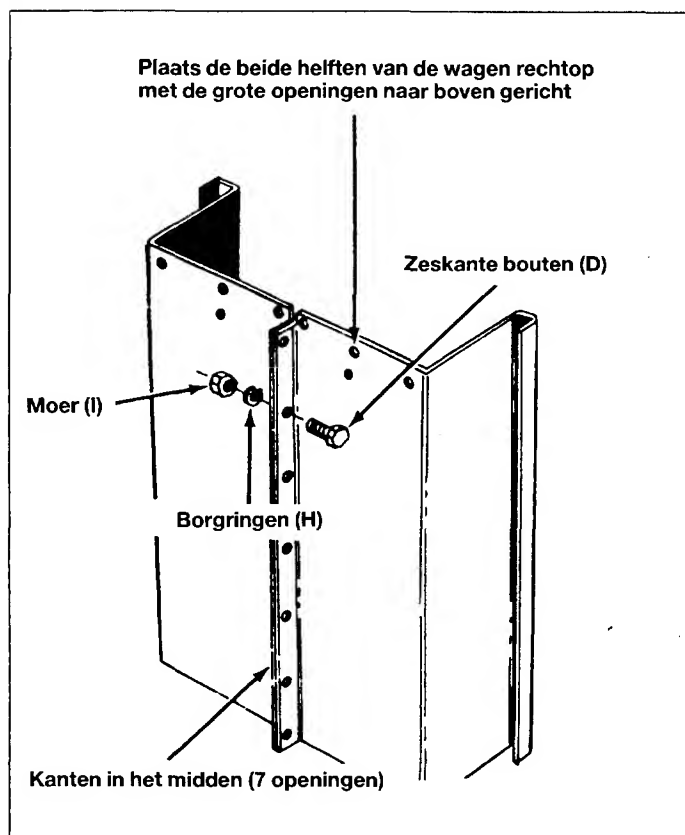

Fig. 3
3. Plaats de beide zijkanten van de wagen (P en R) rechtop volgens fig. 3. Opgelet: Grote openingen naar boven.
4. Monteer de bouten (D), de borgringen (H) en de moeren (I) in de opstaande randen aan de zijkanten van de wagen. Monteer alle 7 bouten. Deze niet aanhalen. Zie fig. 3 en onderstaande commentaar.